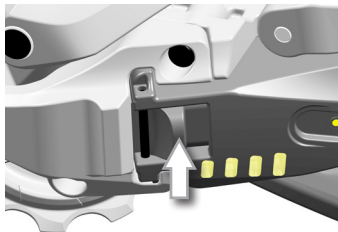
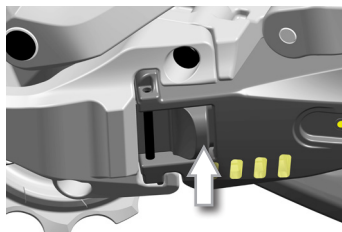

Abb.5
Abb.6
- Die Batterie fixieren, indem die Verriegelungstaste bis zum Kontakt mit der Welle verschoben wird (Abb. 5 / Abb. 6).